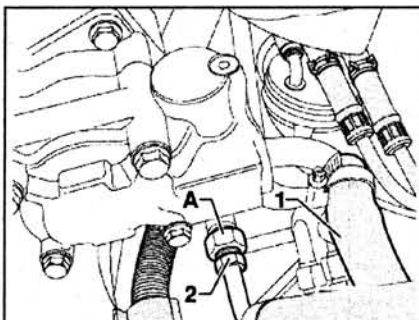

Рис. 6.24. Перекройте заборный шланг 1 на насосе хомутом 3094 и отсоедините его.
1. Перекройте заборный шланг 1 на насосе хомутом 3094 и отсоедините его (рис. 6.24). Отсоедините шланг 2, открутив резьбовое соединение А.